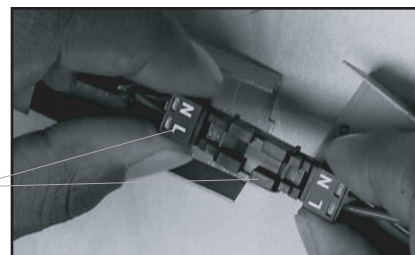

Fig. 2
3. Join the connector from the trim (lamp engine) portion with the mating connector in the small connector box half previously identified inside of the housing (Fig. 2).
3. Brancher le connecteur de la partie de la garniture (l'alimentation de la lampe) avec le connecteur correspondant déjà identifiée à l'intérieur du boîtier (Fig. 2).